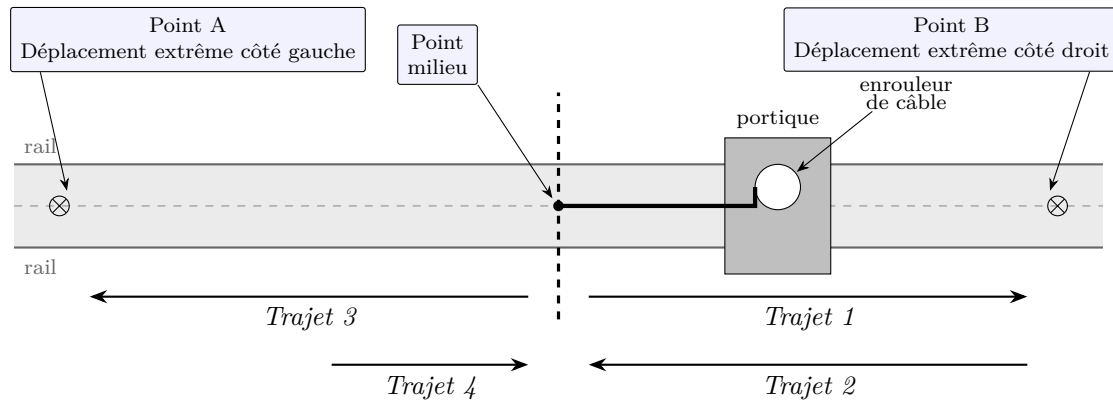

Figure 1 – Déplacements du portique le long du quai (vue de dessus schématique).
1. Calculez le rayon minimum R_{min} d'enroulement des spires de câble sur le tambour. Indiquez sur votre copie, en utilisant les notations de la figure 1 (point A, point milieu ou point B), les positions du portique correspondant à cet état d'enroulement.
2. Le rayon maximum R_{max} d'enroulement des spires de câble sur le tambour est $R_{\text{max}} = 3,53$ m. Indiquez sur votre copie, en utilisant les notations de la figure 1, les positions du portique correspondant à cet état d'enroulement.